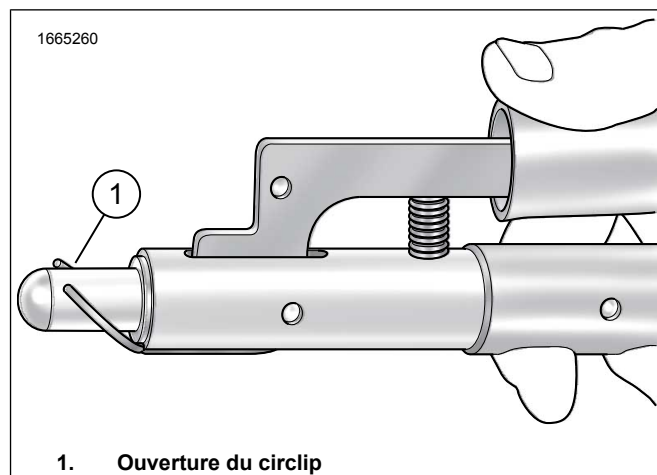

Figure 3. Placer le circlip
- Figure 3 Positionner l'ouverture du circlip (1) à 12 heures sur un outil spécial.